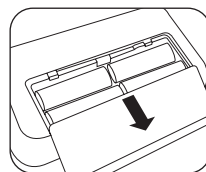

Fig. 1
- Aprire il vano batteria sul fondo del dispositivo (vedi Fig. 1). Inserire le batterie (vedere il capitolo 13). Verificare la corretta polarità (+ e -) al momento dell'inserimento delle batterie. Chiudere il coperchio della batteria. Il dispositivo passa automaticamente in modalità Data/Ora e, al primo utilizzo, sul display viene visualizzata la cifra "3 1" per il giorno e "12" per il mese. La data impostata è quindi il 31 dicembre. Impostare la data e l'ora come descritto più avanti.